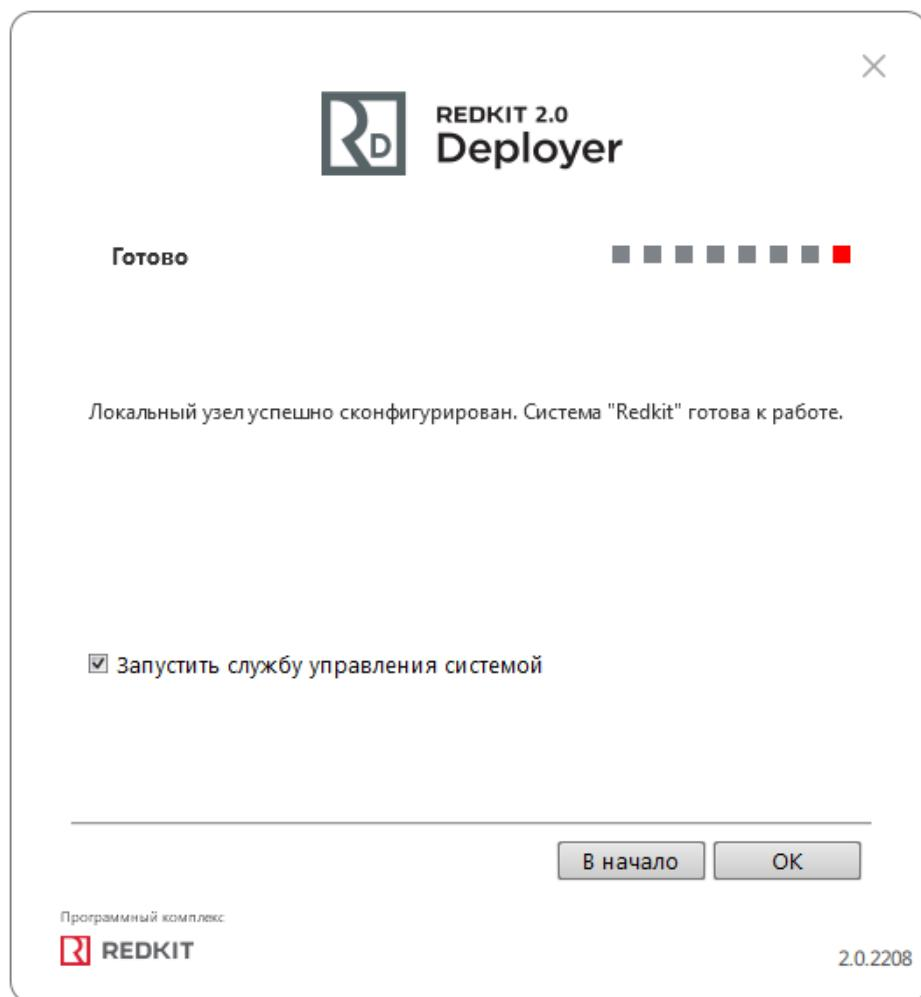

Рисунок 128 - Завершение конфигурирования
16. Заполните чекбокс у команды **Запустить службу управления системой** и нажмите **OK** (Рисунок 128).